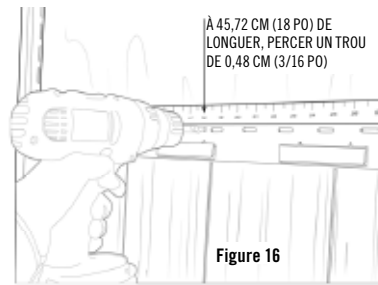

Figure 16
- Percer un trou de 0,48 cm (3/16 po) au centre de la bride de clouage supérieure. (Voir Figures 16 et 17).